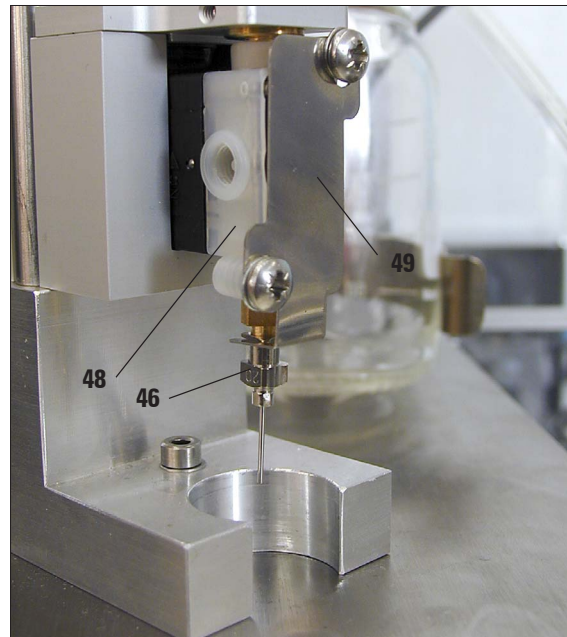

Fig. 11
#### Inserimento dell'ugello (Fig.11)
- Inserire l'ugello (46) nel relativo supporto (48) dal basso e ruotare un angolo (47 in Fig. 12) dell'ugello in senso antiorario tramite la piastra di ritenuta (49) (Fig. 11).